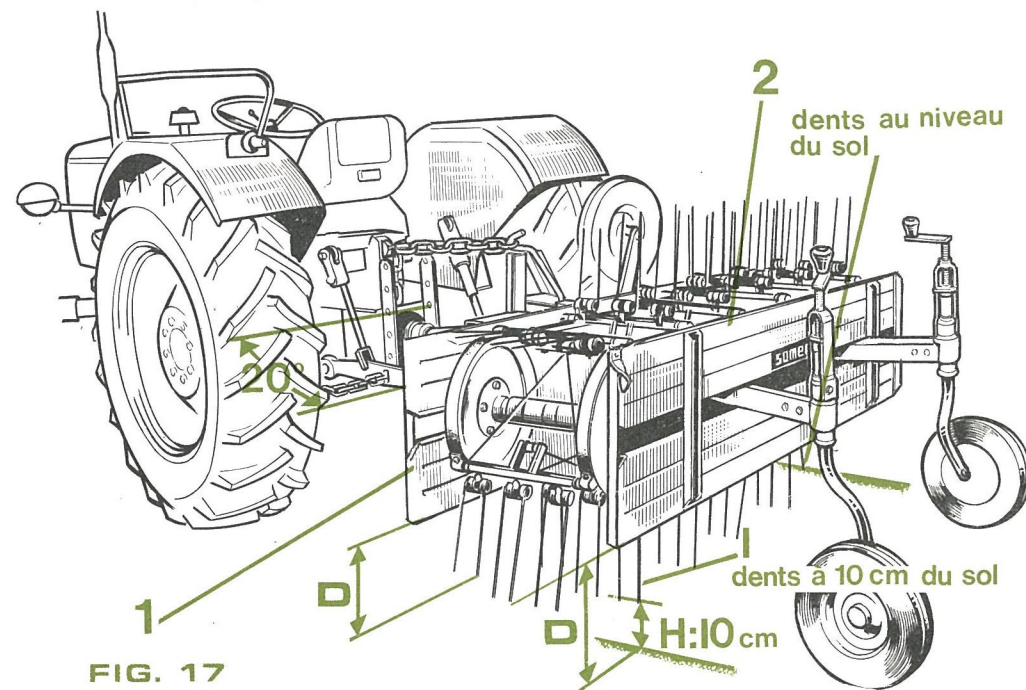

FIG. 17
■ inclinaison du virandain dans le sens longitudinal (voir page 9) : régler la position des roues arrière pour que l'extrémité des dents I (fig. 17) soit à une distance H du sol de 10 cm environ. Cette distance H peut-être plus grande si les andains sont très importants.
■ inclinaison du virandain dans le sens transversal : le virandain est parallèle au sol. La distance (D, fig. 17) entre le bord inférieur et le sol doit être la même pour le protecteur avant (rep. 1) et le protecteur arrière (rep. 2). Le peigne andaineur est supprimé et la vitesse d'avancement du tracteur est au maximum de 10 km/h.